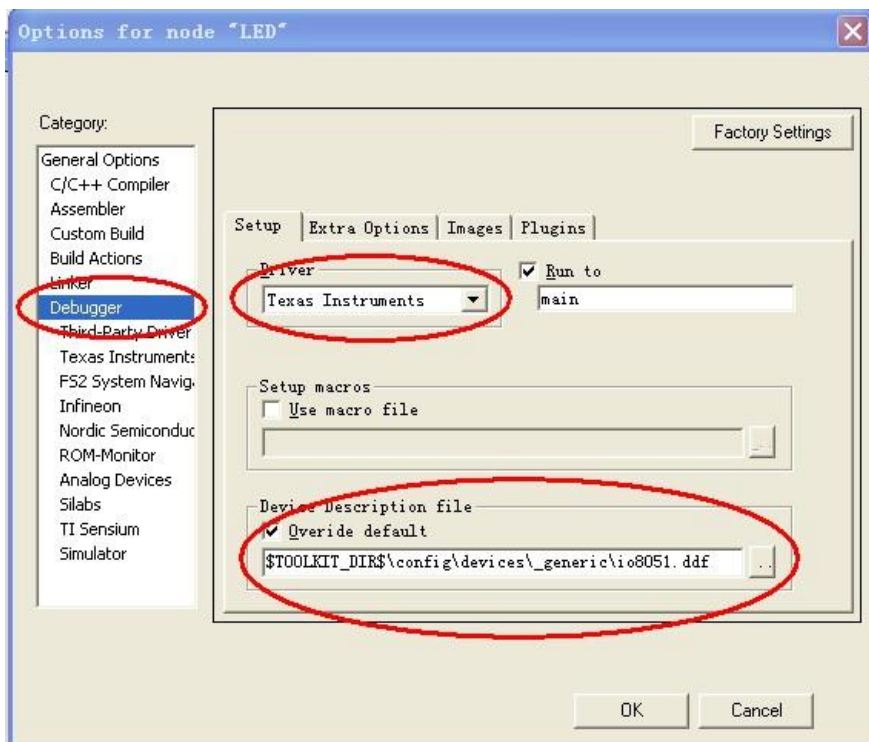

图 1.36 Debugger 参数配置
**第五步：**然后在 Debugger 选项的 Driver 里选择 Texas Instruments（使用编程器仿真），下面选择 io8051.ddf 文件，如图 1.36 所示。至此，基本配置已经完成。其它配置以后需要用到时我们会提及。